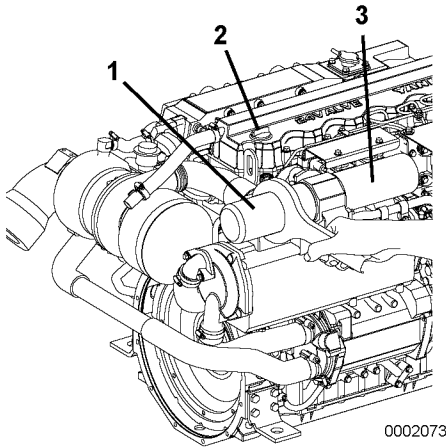

Figure 2
Pour faciliter la purge, enlevez le bouchon de remplissage d'huile (Figure 2, (2)) (jaune) au sommet du couvre culbuteur. Éliminez l'huile usagée de façon appropriée.
3. Retirez le filtre à huile moteur (Figure 2, (1)) à l'aide d'une clé à filtre (tournez-la dans le sens contraire des aiguilles d'une montre).